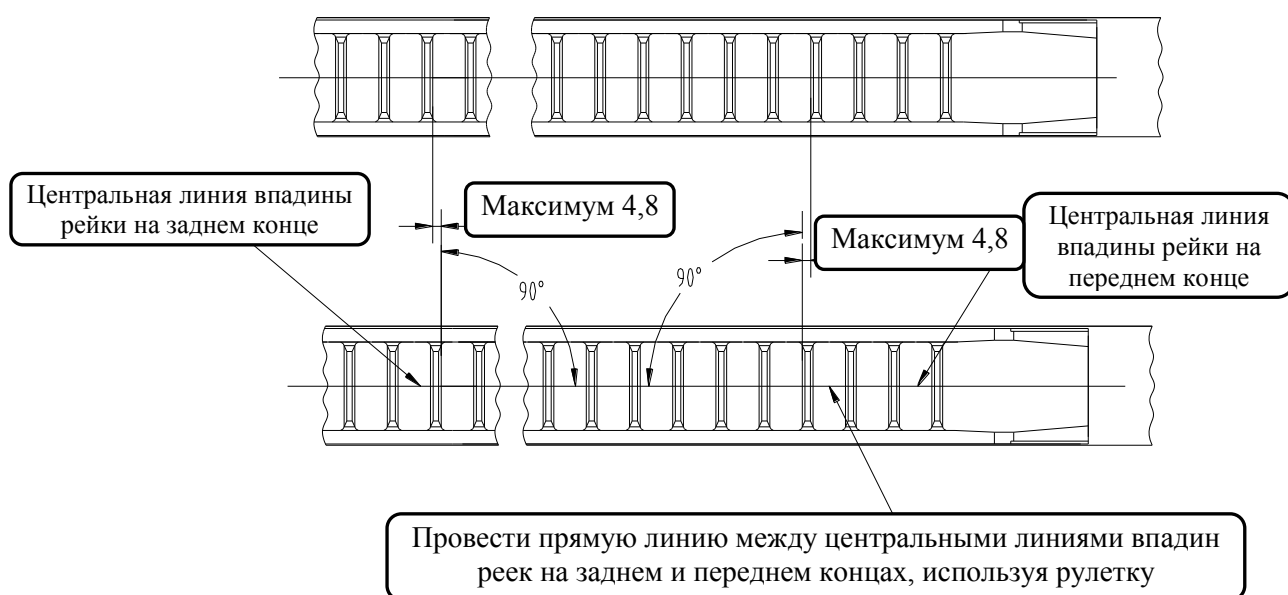

Рисунок 6-4. Требования к центрированию реек с двух сторон
2. Центрирование рек на двух сторон (см. рисунок 6-4).